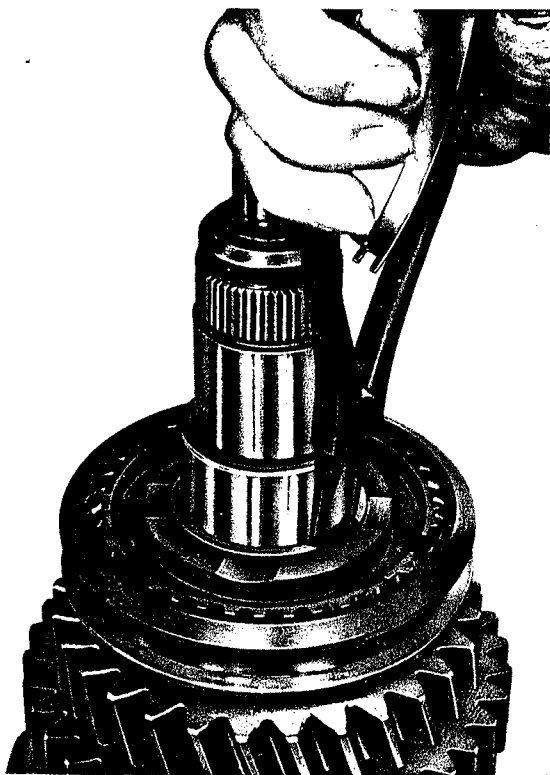

Fig. 16
3. Dégager le jonc d'arrêt (415) (fig. 16). Retirer le manchon baladeur (408) du synchroniseur (416). Faire bien attention aux ressorts de pression (406), aux axes à rotules (405) et aux éléments de pression (404). Desserrer l'arbre principal; le tourner de 180° et le serrer dans l'étau par la partie cylindrique cannelée.